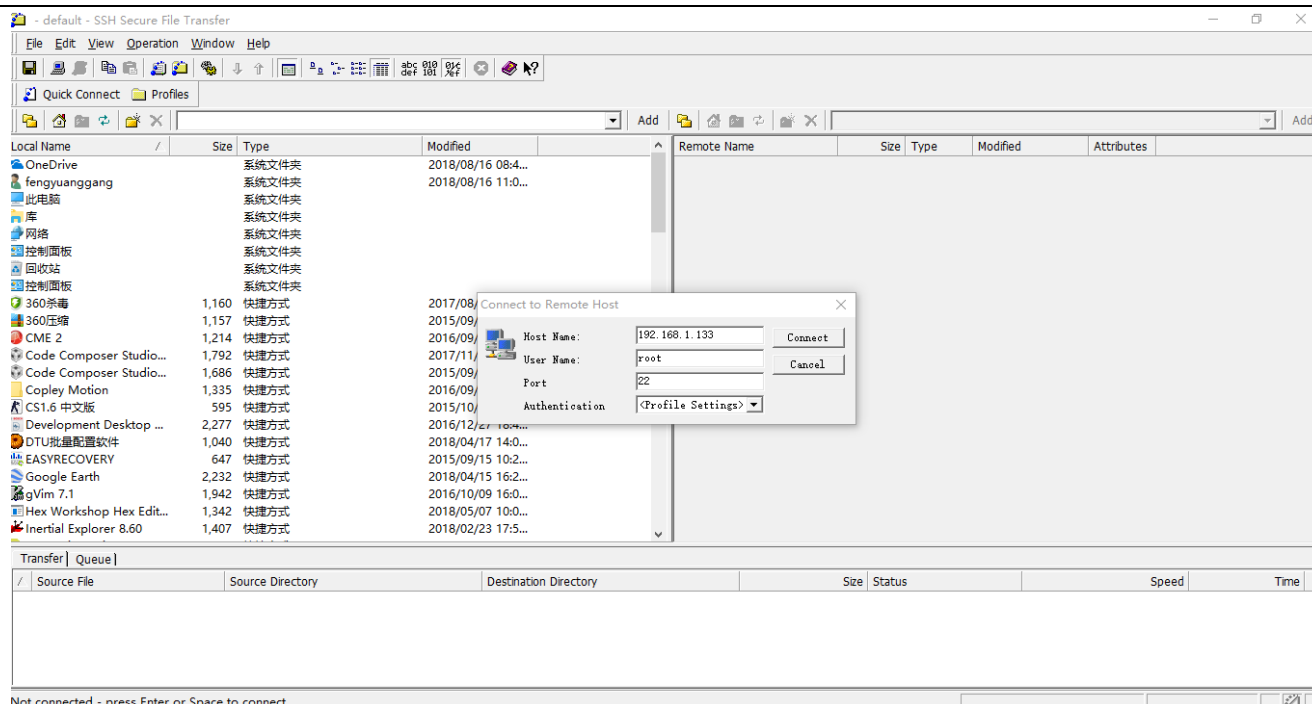

图 4 SSH 软件连接图
- e) 点击 Quick Connect，填写内容如图 4 所示；